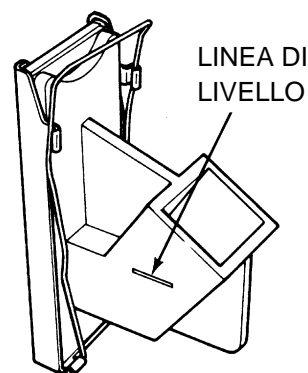

Figura 3-14
5. Distribuire i campioni nella camera fino alla linea di livello contrassegnata sul lato della camera. **Non riempire la camera oltre questa linea. Vedere Figura 3-14.**